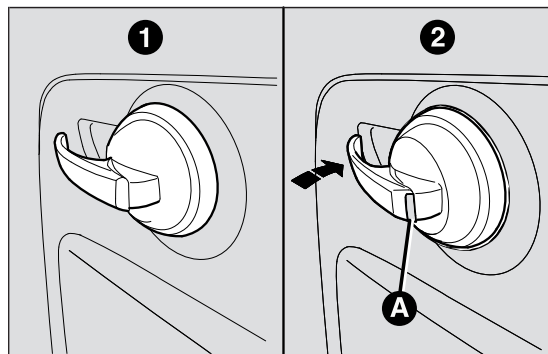

fig. 49
**Ouverture de l'extérieur (porte côté passager) :** tirer la poignée. L'ouverture de la porte n'est autorisée qu'en cas de déverrouillage de l'intérieur en mettant la poignée en position 1 fig. 49
**Verrouillage de l'extérieur :** lorsque la porte côté conducteur est complètement fermée, tourner la clé sur la position 2 fig. 49.
Le verrouillage de la porte côté passager n'est possible que de l'intérieur, en mettant la poignée sur 2 fig. 49.
**Verrouillage/déverrouillage de l'intérieur :** actionner les poignées situées sur les panneaux des portes fig. 49.
**ATTENTION** La porte verrouillée est signalée par le symbole rouge A fig. 49 situé sur la poignée intérieure de la porte.